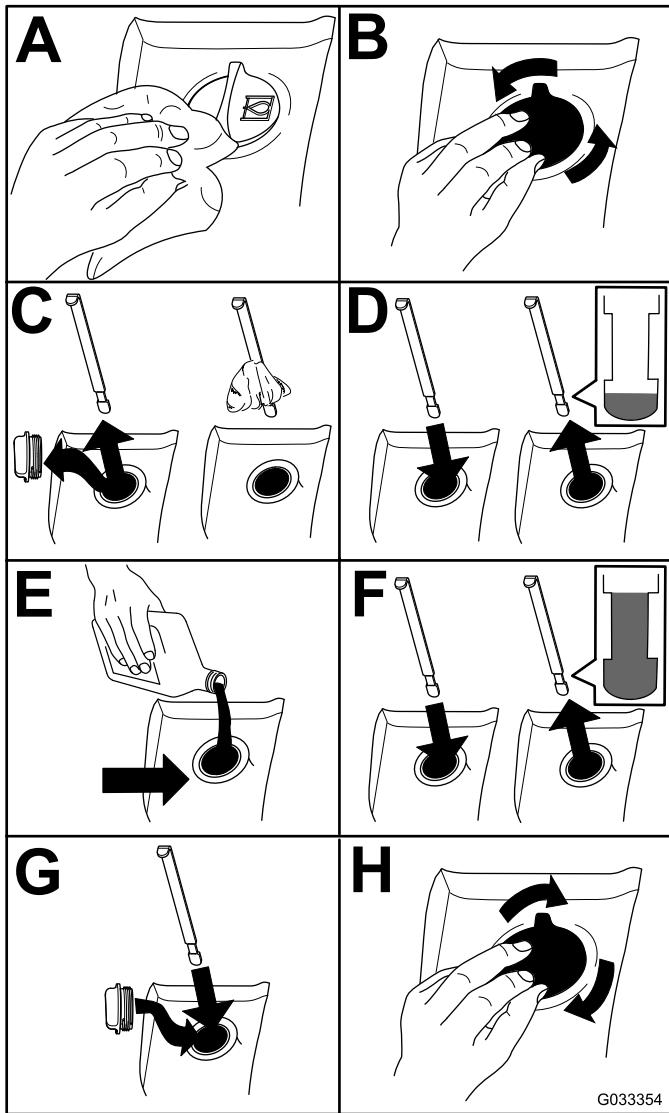

Figura 71
2. Compruebe el nivel de fluido hidráulico (Figura 71).